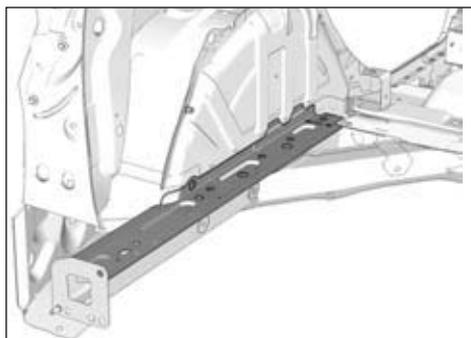

FIG.182
- Respecter les lignes de coupe (Fig.182).